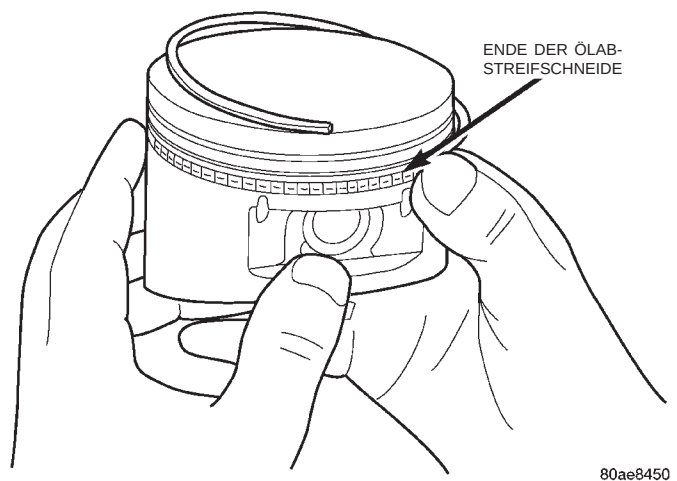

Abb. 95 Ölabstreifschneide montieren
- (2) Expanderring (Spreizring) für Ölabstreifring.
- (3) Obere Ölabstreifschneide.
- (4) Untere Ölabstreifschneide.
- (5) Mittlerer Kolbenring.
- (6) Oberer Kolbenring.
- (7) Die Ölabstreifschneide wird montiert, indem man eines ihrer Enden zwischen Kolbenringnut und Expanderring ansetzt. Das Ende festhalten und schrittweise eindrücken, bis die Ölabstreifschneide vollständig montiert ist. **Für diesen Arbeitsschritt keine Kolbenring-Spreizzange verwenden (Abb. 95).**
(8) Zuerst die obere und dann die untere Ölabstreifschneide montieren.